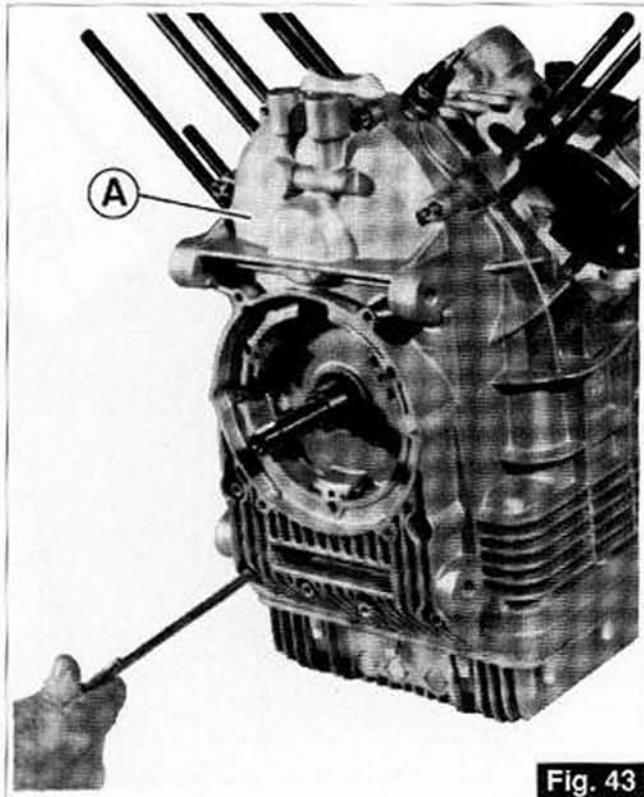

Fig. 43
- Desserrez les 14 vis de fixation couvercle de la distribution «A» (Fig. 43).
- Die 14 Feststellschrauben des Verteilerdeckels «A» (Abb. 43) aufschrauben.